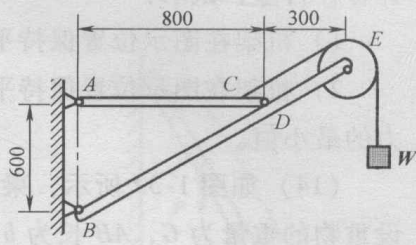

图 1-26
(8) 起重构架如图 1-26 所示，尺寸单位为 mm 。滑轮直径 $d = 200\text{mm}$ ，钢丝绳的倾斜部分平行于杆 BE 。吊起的载荷 $W = 10\text{kN}$ ，其他重量不计，试求固定铰链支座 A 、 B 的约束力。